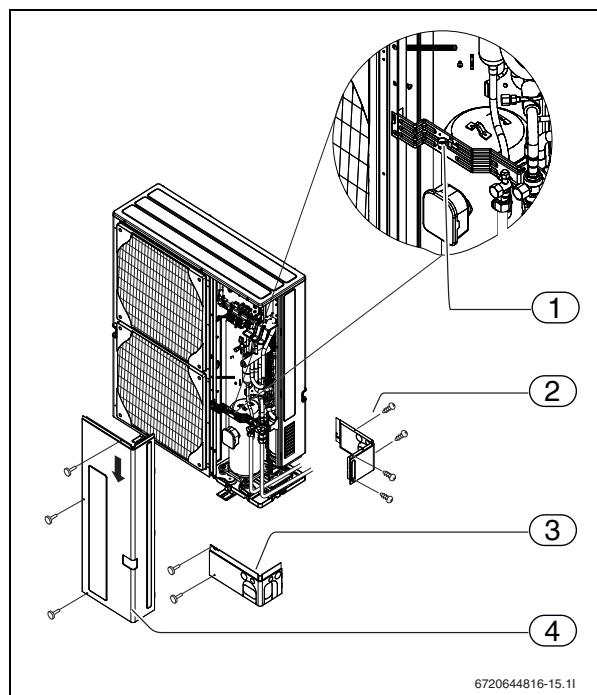

Fig. 24 Branchement de la pompe à chaleur
- ▶ Déposez la protection de la conduite (→ [3], Figure 24).
- ▶ Introduisez les câbles de connexion dans le dispositif anti-arrachement sur le côté de la pompe à chaleur (→ [1], Figure 24).